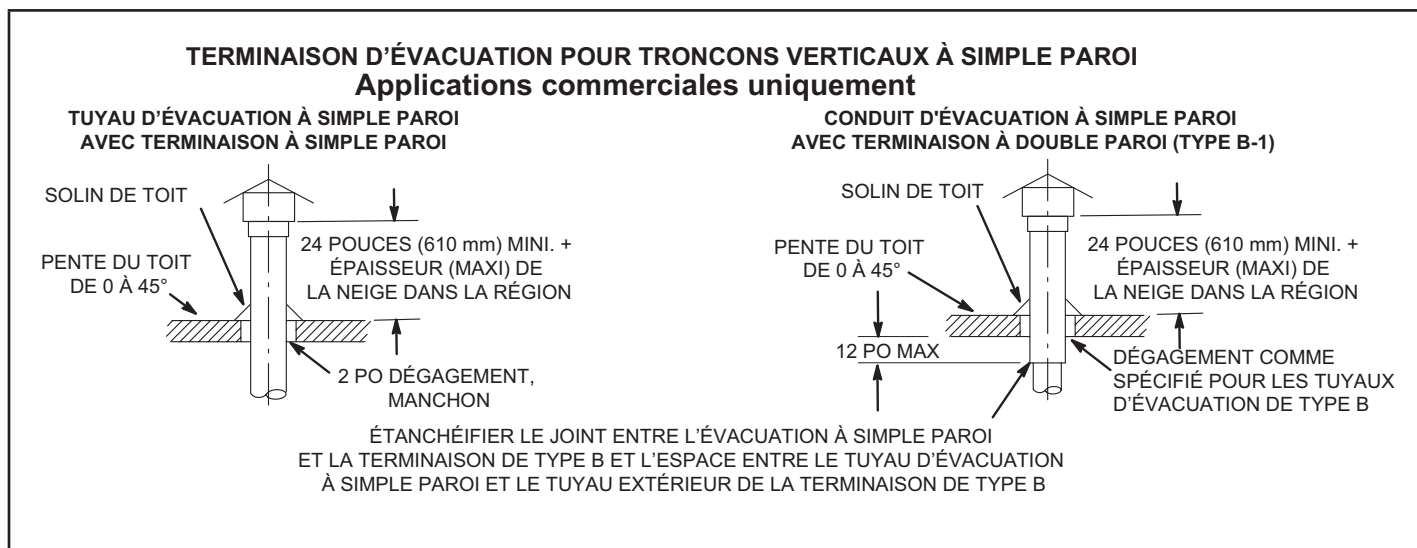

FIGURE 6
- 1 - Ces aérothermes doivent être utilisés avec des cheminées homologuées NFPA ou ANSI, ou des conduits d'évacuation de type B-1 homologués U.L., ou des systèmes de revêtement de cheminée homologués pour l'évacuation des gaz de combustion, comme applicable. Ils doivent également adopter les modifications et respecter les restrictions indiquées à la Figure 6. Étanchéifier les tuyaux d'évacuation métalliques à simple paroi conformément à la section **Recommandations et exigences générales**.